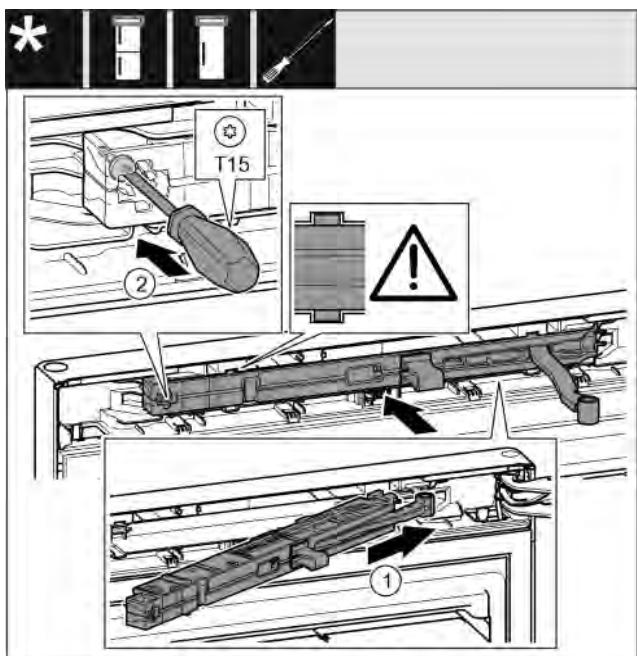

Fig. 38
- Вставьте узел амортизатора в выемку со стороны опорного кронштейна под наклоном до упора. Fig. 38 (1)
- Затяните винт отверткой T15. Fig. 38 (2)